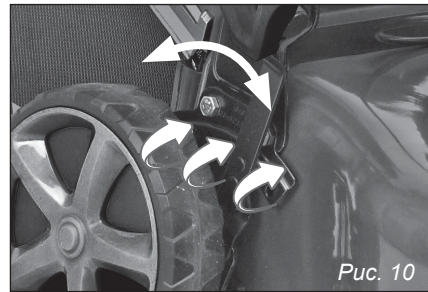

Рис. 10
Переместите рычаг на необходимое значение и зафиксируйте в пазу (рис. 10).
5. Толкайте газонокосилку перед собой, производя управление, задавая необходимую вам траекторию движения смещая рукоятку в лево или право. Не прилагайте больших усилий передвигая газонокосилку, если движение затруднено проверьте правильность регулировки высоты среза (см. п. 9, рис. 10).